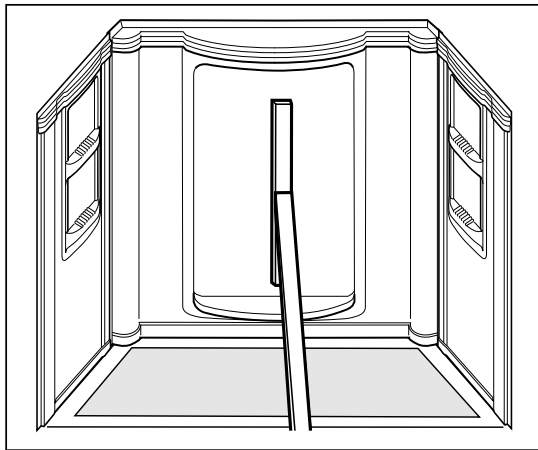

Figure 6
- 7** Installez un contrevent temporaire pour retenir le centre du panneau arrière fermement sur les poteaux, pendant environ 24 heures, le temps que la colle adhère (fig. 6).